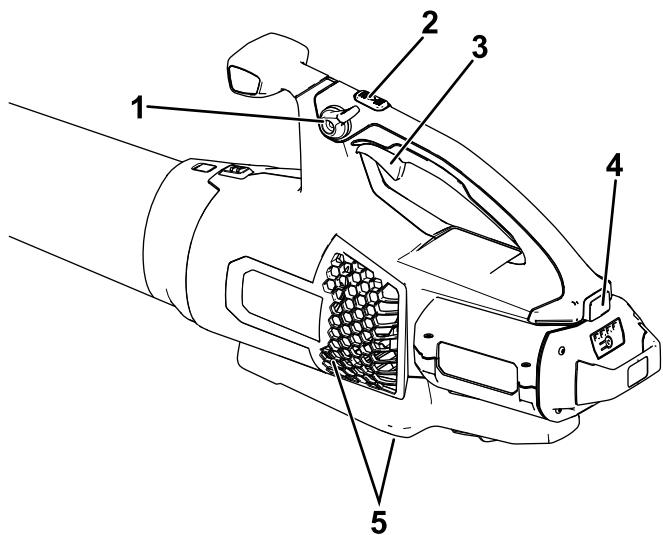

Figura 8
4. Para arrancar el soplador, apriete el gatillo de velocidad variable (Figura 8).
Nota: Active el bloqueo de velocidad para mantener la máquina encendida sin tener que apretar el gatillo de velocidad variable (Figura 8).
Para obtener el máximo rendimiento (velocidad de aire), mantenga pulsado el botón de potencia turbo durante el tiempo deseado (Figura 8).
Para ajustar la velocidad del aire mientras sopla, utilice el gatillo de velocidad variable (Figura 8).
Para mantener la velocidad actual del aire, active el bloqueo de velocidad (Figura 8).
Para apagar el soplador, desactive el bloqueo de velocidad (si lo está usando) y suelte el gatillo de velocidad variable (Figura 8).